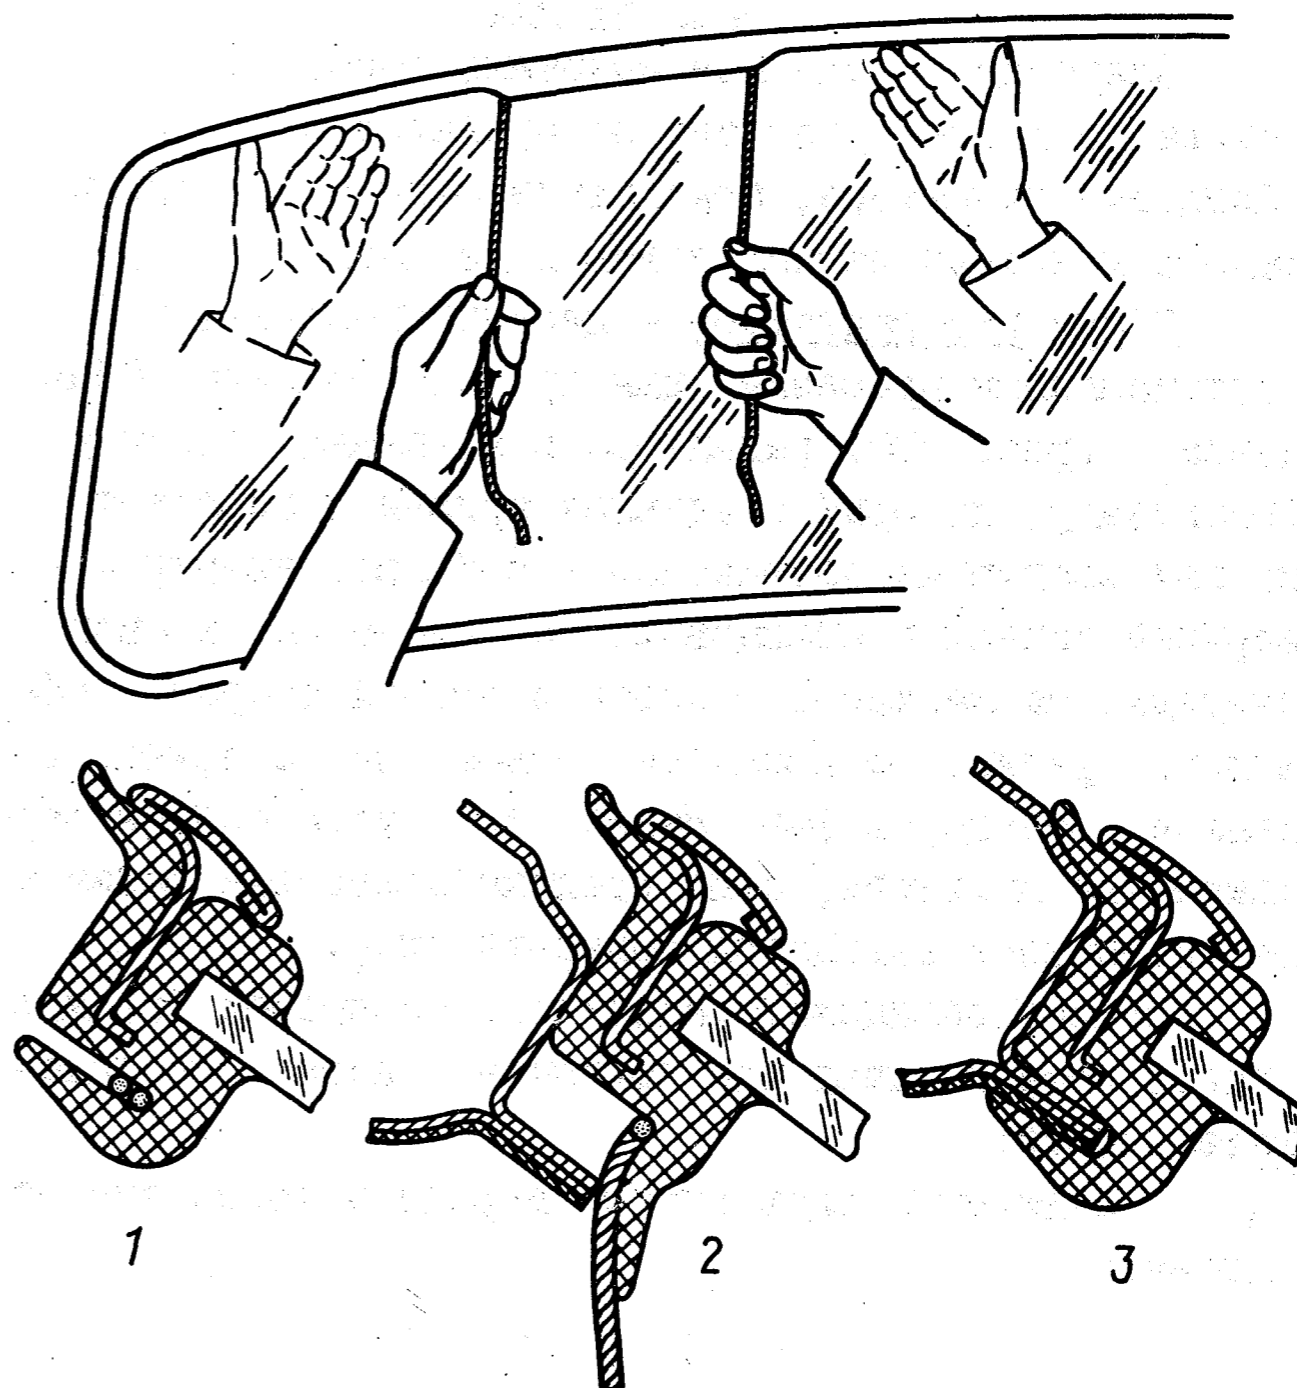

Рис. 299. Монтаж ветрового стекла:
- заложить в свободный паз уплотнителя по всему периметру с перекрытием монтажный шнур (прочная крученая веревка \varnothing 4–5 мм), оставив в верхней части свободные концы длиной около 400 мм (рис. 299);